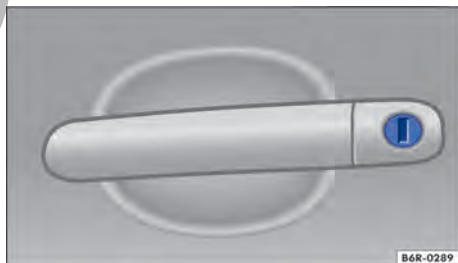

Fig. 43 Manilla de la puerta del conductor con bombín de cierre.
- Introducir la paleta de la llave en el cilindro de la cerradura y destrabar o trabar el vehículo → fig. 43.